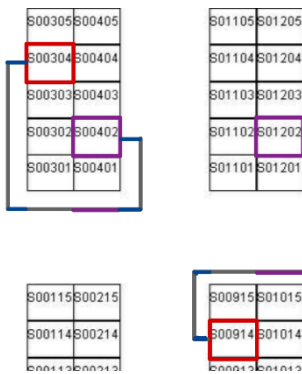

图 2 情况 a 图例
- (a) 一个货架左侧的货架到（可以是另一个）货架右侧的货架，红色为出发货架，紫色为结束货架，深蓝色线段代表绕障碍物行走时的横向竖向偏移 d ，紫色线段代表货架长度 L 。图 2 是关于 a 情况的图例，计算 A 坐标 x_1, y_1 ，B 坐标